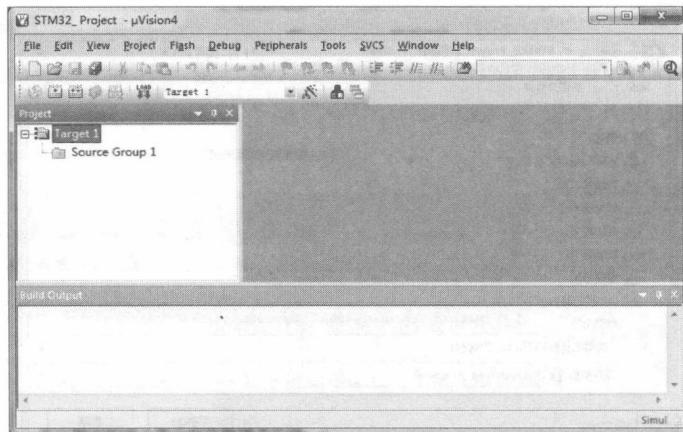

图1-10 新建工程后的界面
现在我们就可以看到新建工程后的界面，如图 1-10 所示。
(1) 在图 1-10 中，通过快捷工具栏（或 File 菜单）的 按钮新建一个文件，并保存为 main.c，主文件 main.c 一定要放在 USER 组里面。在该文件中输入如下代码：